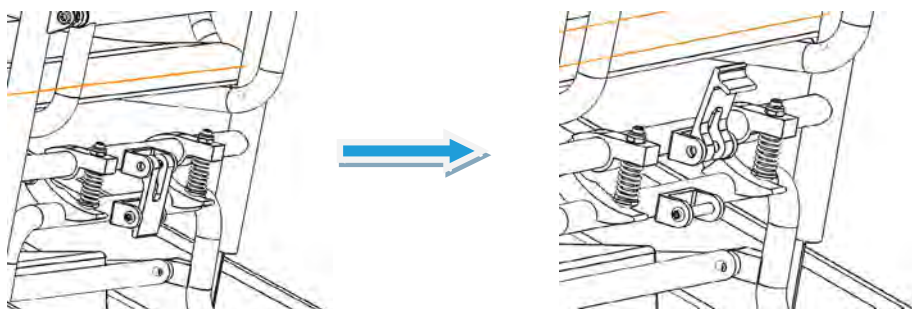

Imagen 1
Paso 1: Gire el pestillo de bloqueo hacia arriba como se muestra en la imagen 1.